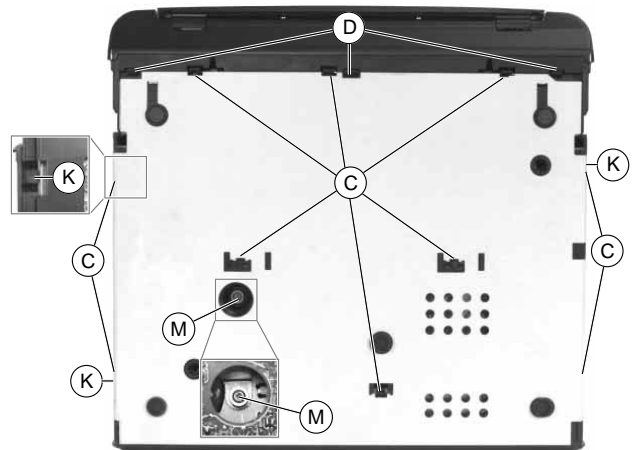

Fig. 2
- Déverrouiller les ergots (C) (Fig. 2) et retirer le blindage inférieur.
- Défaire les crochets (D) (Fig. 2 / 3) et retirer la façade.
- Release the locking lugs (C) (Fig. 2) and remove the bottom panel.
- Release the catches (D) (Fig. 2 / 3) and remove the front panel.
- Dévisser la vis de masse (M) (Fig. 2).
- Décrocher les 3 leviers d'arrêt (K) (Fig. 2) en les poussant vers le bas.
- Rétablir la liaison de masse entre le C.I. principal et la platine mécanique en remettant la vis de masse (M) (Fig. 2).
- Undo the chassis connecting screw (M) (Fig. 2).
- By pressing down, disengage the 3 locking levers (K) (Fig. 2).
- Reestablish the chassis connection between the Family Board and the Drive Mechanism by turning in screw (M) (Fig. 2).